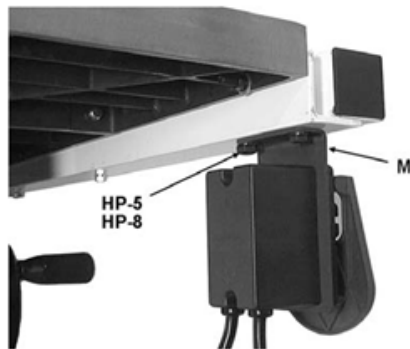

Рис. 9
Используйте два винта и плоские шайбы(HP-5/8) для установки кронштейна выключателя (M) на передней рейке, как показано на рис. 9.